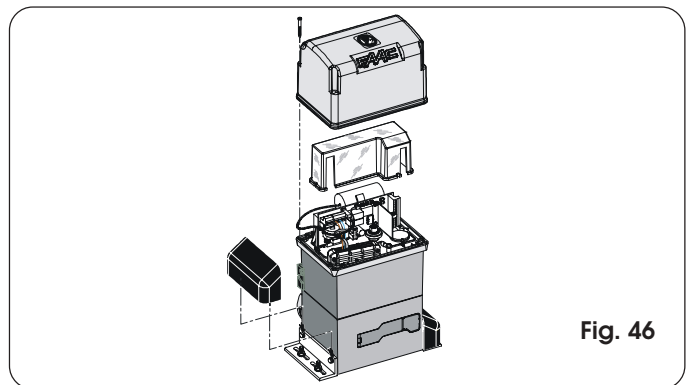

Fig. 46
Introduzca a presión los paneles laterales, introduzca la protección del equipo y fije la tapa utilizando los tornillos suministrados en dotación (Fig. 46).
- 2) Gire la llave en sentido horario y tire la palanca de desbloqueo como se indica en la Fig. 46.